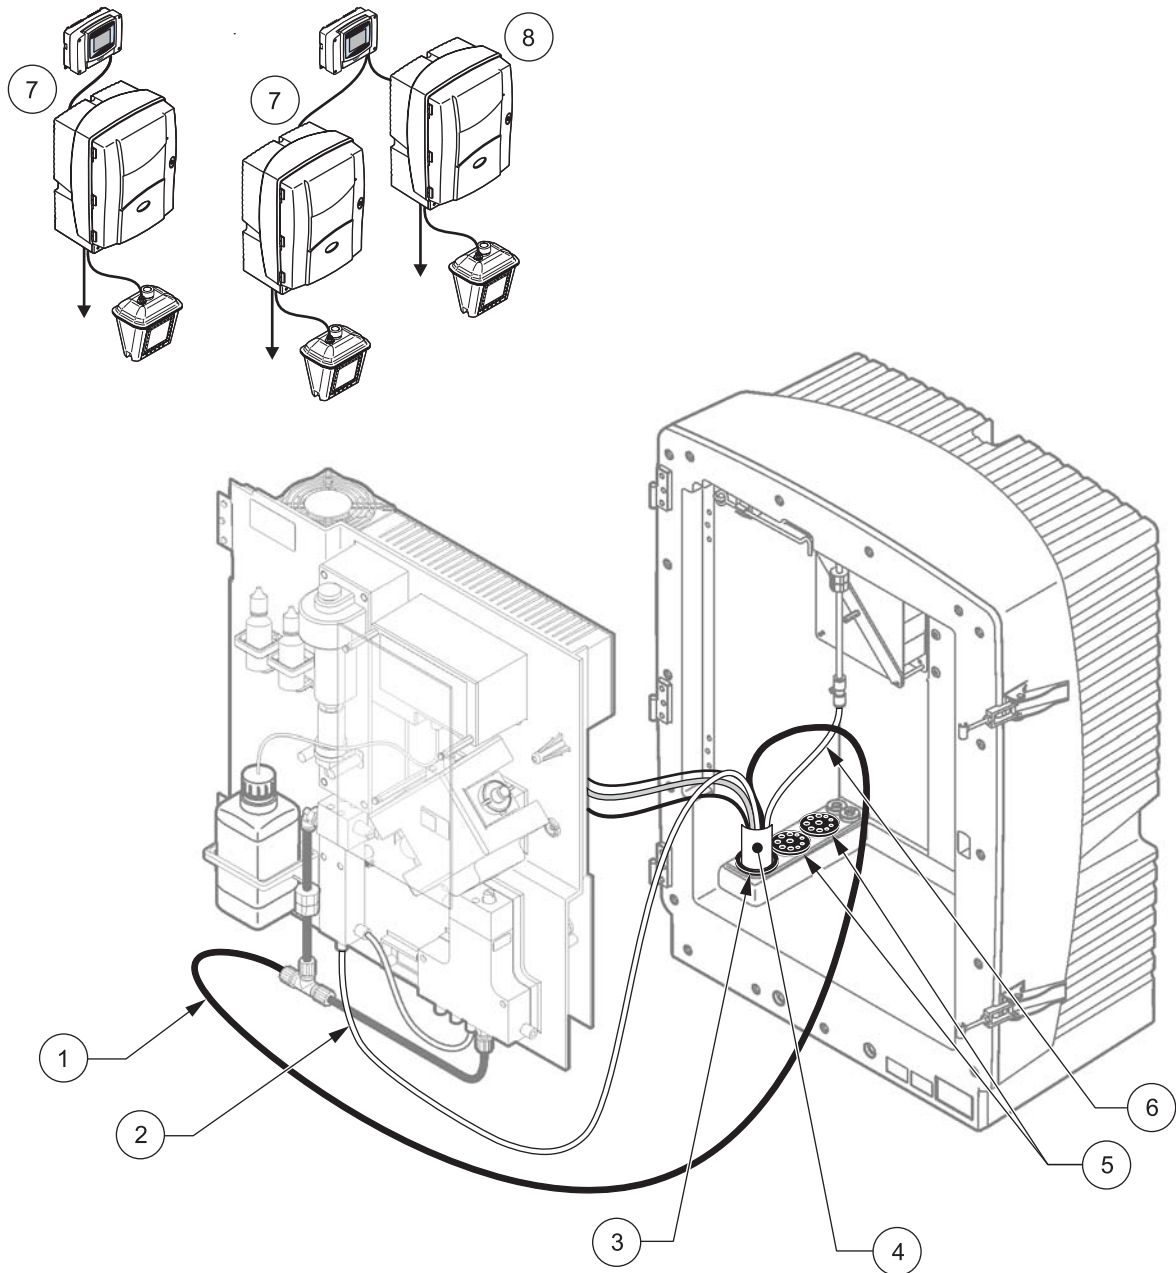

图 23 选项 1 设置
请参考图 23 以及选项 1 的以下说明：
2. 通过分析器开口（项目 4，图 23）引出过滤器探头 sc 软管（取样管、电缆和排放管）。使用 2 号密封塞加固。